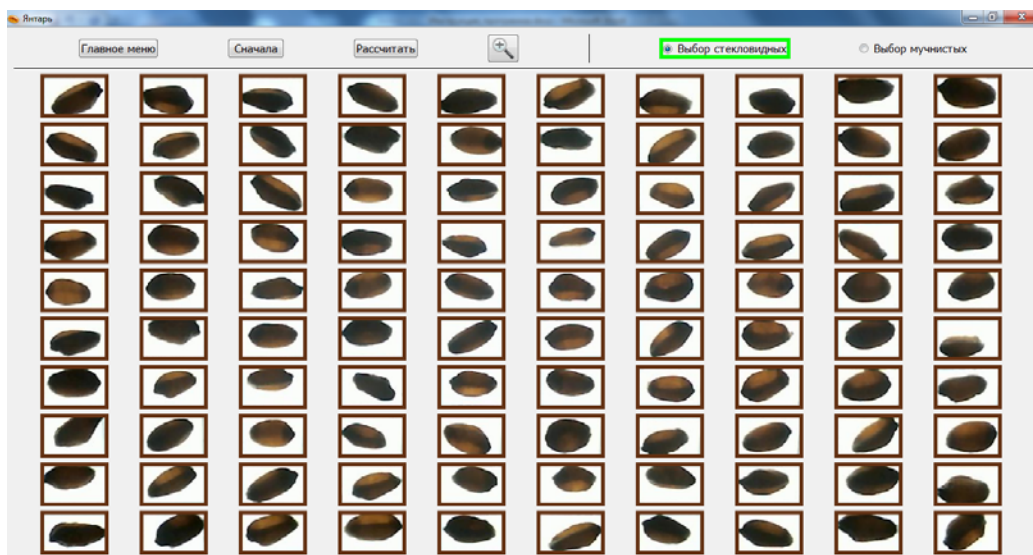

Рис.5
При выборе ручного режима определения стекловидности открывается окно с изображением 100 зёрен выделенных коричневой рамкой (рис. 5), которые были помещены в кассету. Все зёрна изначально считаются частично стекловидными.
- нажать на кнопку «Выбор стекловидных», расположенную в правой верхней части открытого окна (рис.5);